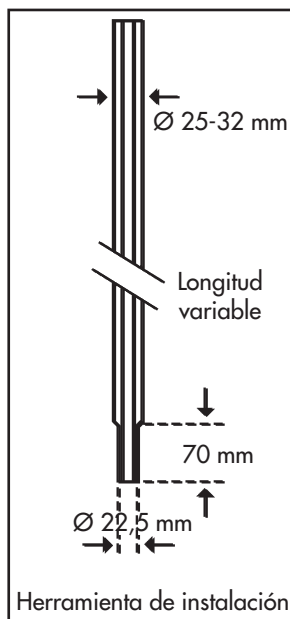

Figura 2
- 1 - *El sensor no se ajusta perfectamente al terreno.* Esto puede suceder cuando se ha utilizado una herramienta de instalación demasiado grande lo que dejará un hueco alrededor del sensor. Ver figura 2 (página 4) para la utilización correcta de la herramienta de instalación.
La forma ideal de hacer el orificio es mediante la herramienta de instalación (ver figura 2 en página 4). Ésta hace un orificio de mayor diámetro que el sensor en todo el recorrido menos en la sección inferior, donde crea un orificio exactamente del diámetro del sensor para asegurar así su perfecto ajuste.